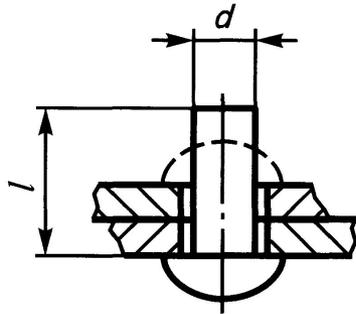

Рис. 3
- Заклепки устанавливают в просверленные или в пробитые на прессах совмещенные сквозные отверстия соединяемых элементов и осаживают выступающий из отверстия конец заклепки до придания ему формы замыкающей головки (рис. 3).